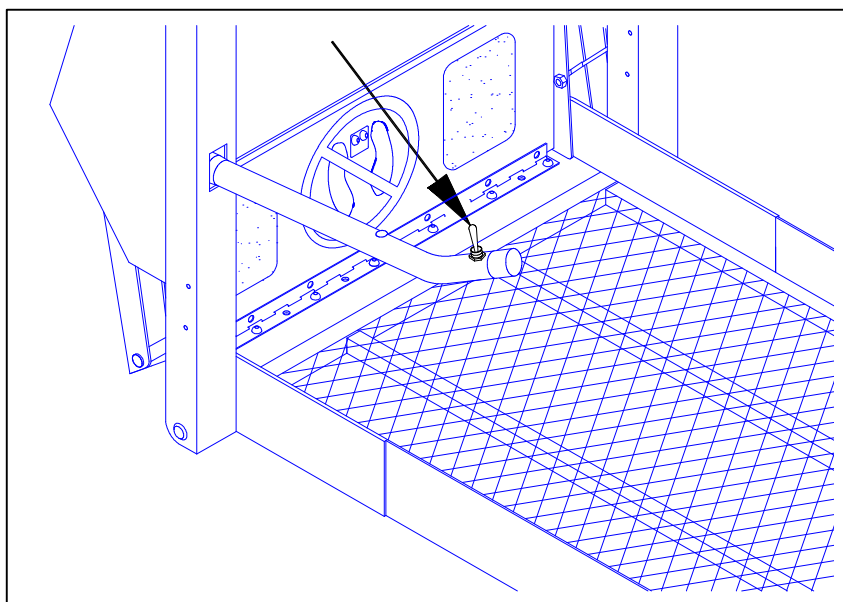

FIGURE 6 : COMMANDE MONTÉE SUR LA RAMPE
Voir **Figure 6**. Cette commande consiste en un interrupteur supplémentaire pouvant être utilisé par la personne se trouvant sur la plate-forme pour utiliser les fonctions de relèvement (UP) et d'abaissement (DOWN) de l'élévateur. La commande se trouve sur la rampe droite de la plate-forme. Pour respectivement monter ou descendre la plate-forme, appuyer sur l'interrupteur dans la direction voulue sans le relâcher jusqu'à ce que la plate-forme soit arrivée en fin de course.